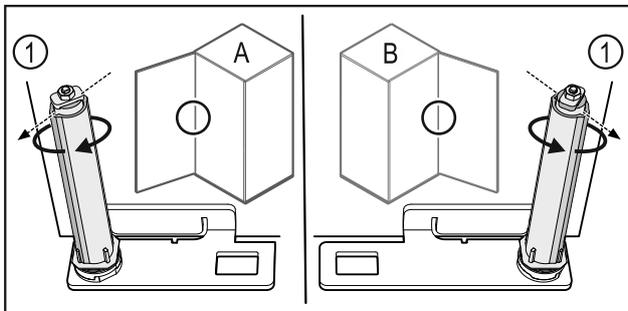

Fig. 61 Battuta a sinistra (A) / battuta a destra (B)
- Ruotare il sistema di chiusura contro la resistenza fino a quando la sporgenza del sistema di chiusura Fig. 61 (1) non è rivolta verso l'esterno.